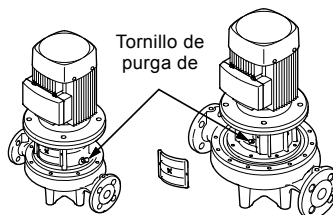

Fig. 15 Posición del tornillo de purga de aire
1. Cierre la válvula de corte del lado de descarga y afloje el tornillo de purga de aire de la bancada del motor. Consulte la fig. 15.
2. Afloje el tornillo de purga de aire. Consulte la fig. 15.
3. Purgue la bomba durante el arranque aflojando el tornillo de purga de aire de la bancada del motor hasta que salga un caudal uniforme de líquido por el orificio de purga. Consulte la fig. 15.